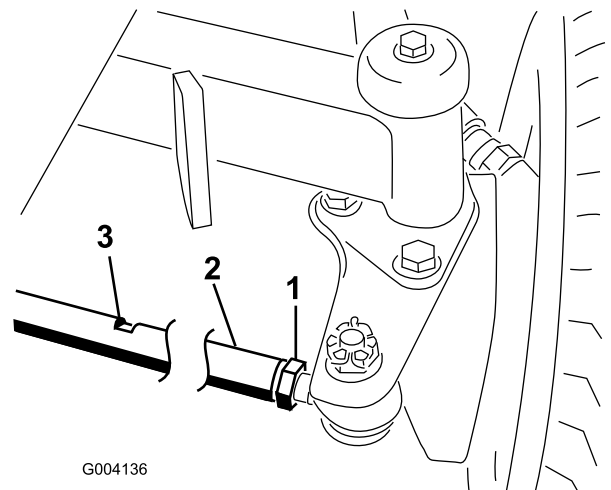

Bild 68
2. Lösen Sie die Klemmmutter an jedem Ende der Zugstange (Bild 68).